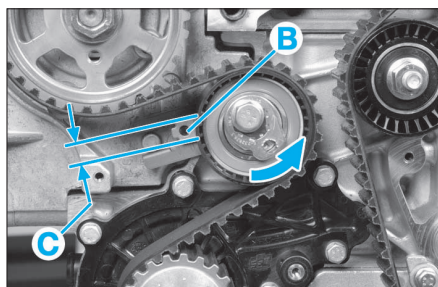

FIG. 31
- Reposer le galet tendeur (12) sans serrer sa vis de fixation.
- A l'aide d'une clé six pans, tourner le galet tendeur (12) vers la droite jusqu'à aligner l'index du galet (B) au milieu de la fourche symbolisée en (C) (Fig.31).
- Serrer la vis de fixation du galet tendeur (12) au couple prescrit.